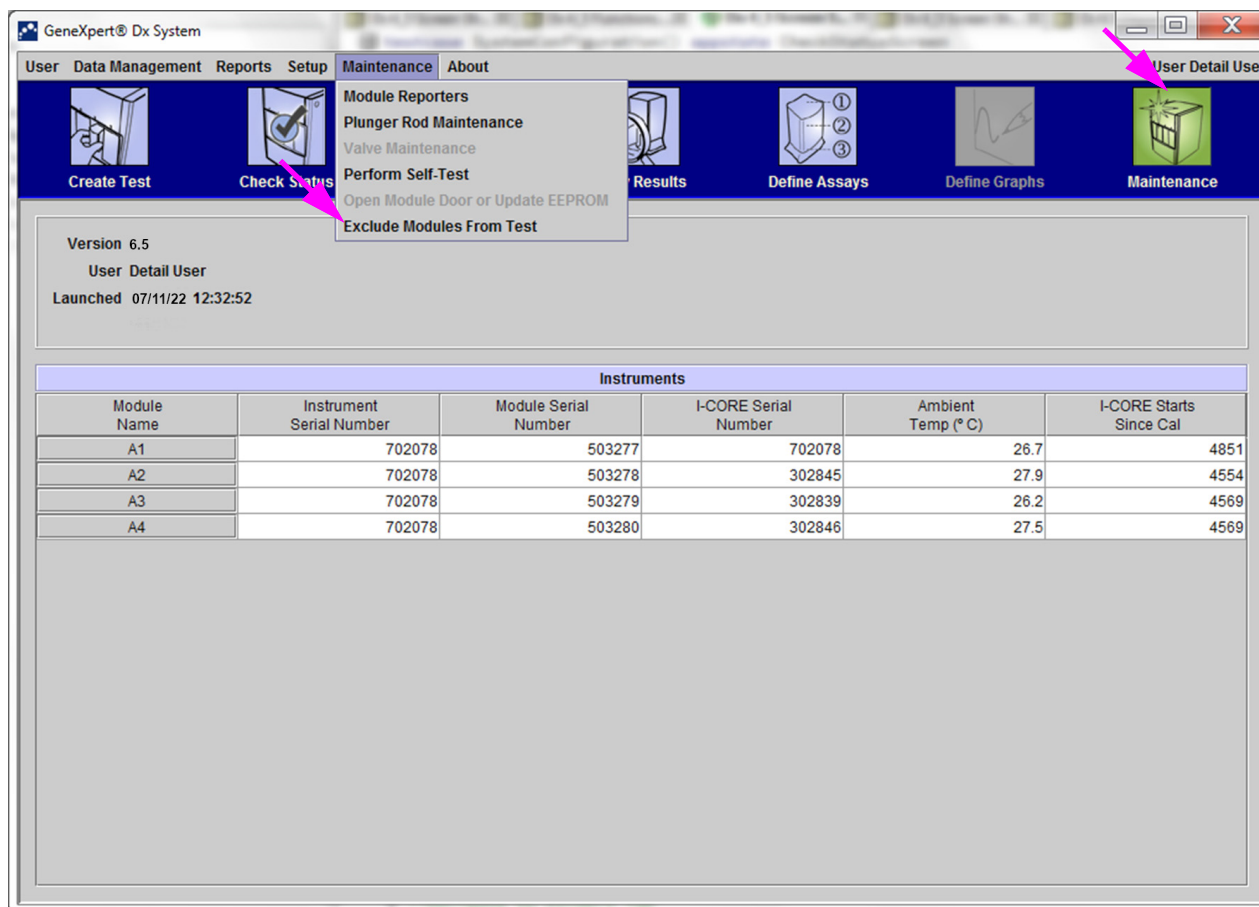

Figura 9-36. Fereastra sistemului GeneXpert Dx
2. În fereastra sistemului GeneXpert Dx, faceți clic pe pictograma **Întreținere (Maintenance)**. Apare ecranul Întreținere (Maintenance). Consultați Figura 9-36.
- În fereastra sistemului GeneXpert Dx, faceți clic pe pictograma **Întreținere (Maintenance)**. Apare ecranul Întreținere (Maintenance). Consultați Figura 9-36.